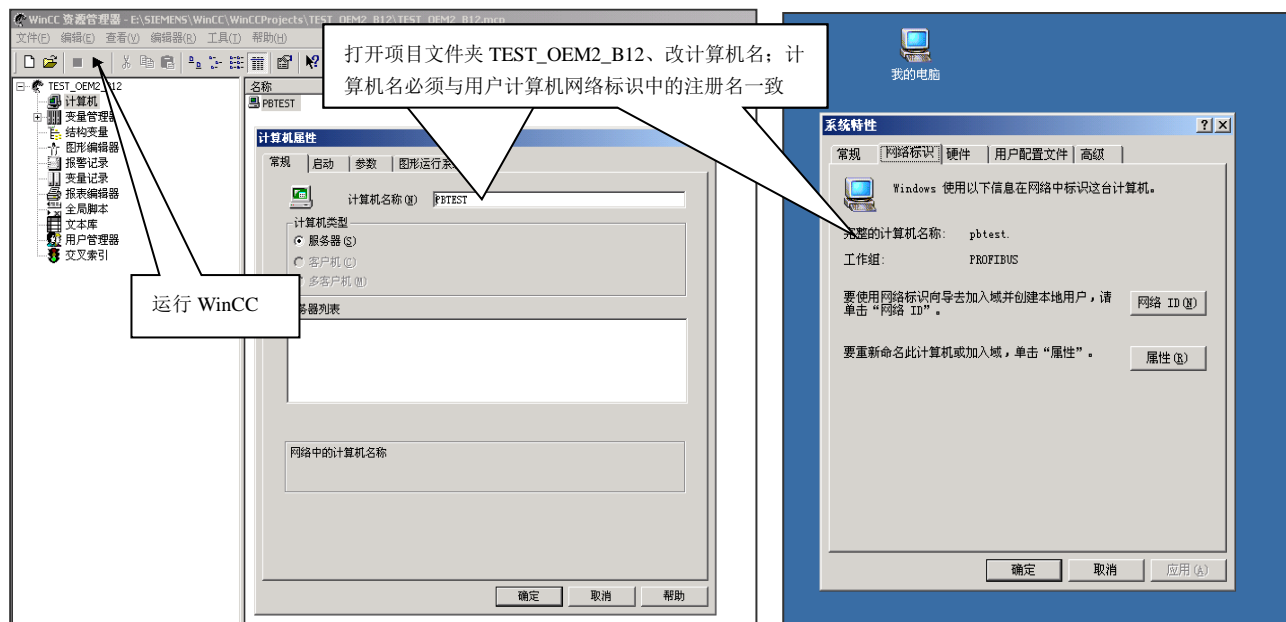

图 4-1
(2) 进入 WinCC、打开项目文件夹 TEST_OEM2_B12，改计算机名。见图 4-1